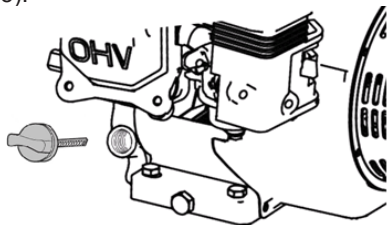

Рис. 5 Крышка-щуп маслозаливной горловины
2. Выкрутите крышку-щуп маслозаливной горловины и извлеките щуп (Рис. 5).
2. Выкрутите крышку-щуп маслосазливной горловины и извлеките щуп (Рис. 5).